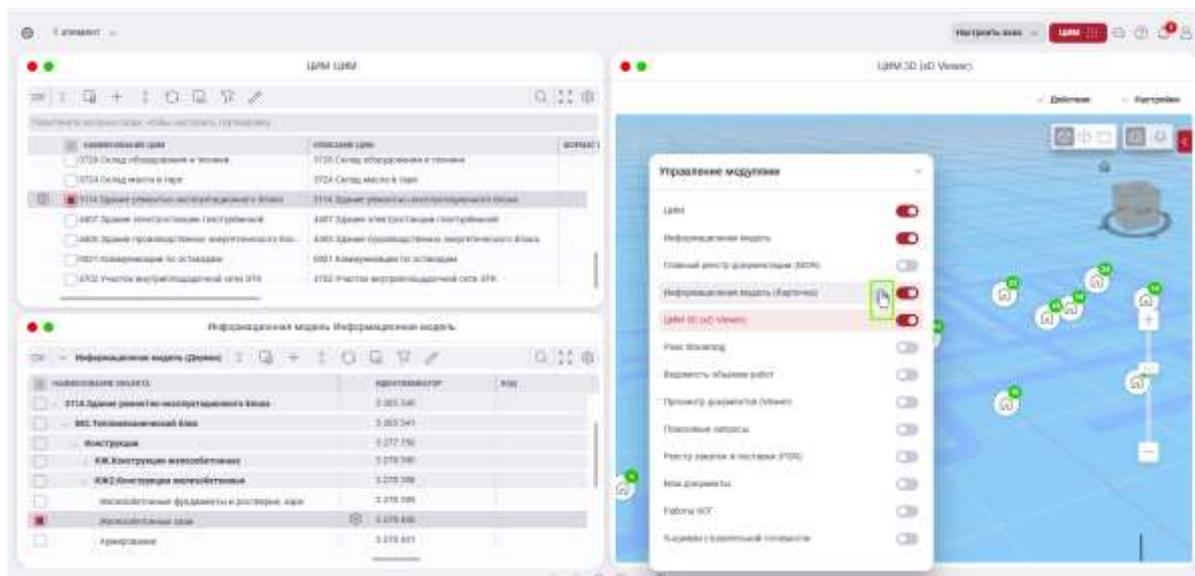

Рисунок 34. Кнопка просмотра карточки
- 4) Перейти в карточку информационной модели при помощи кнопки просмотра (Рисунок 34).